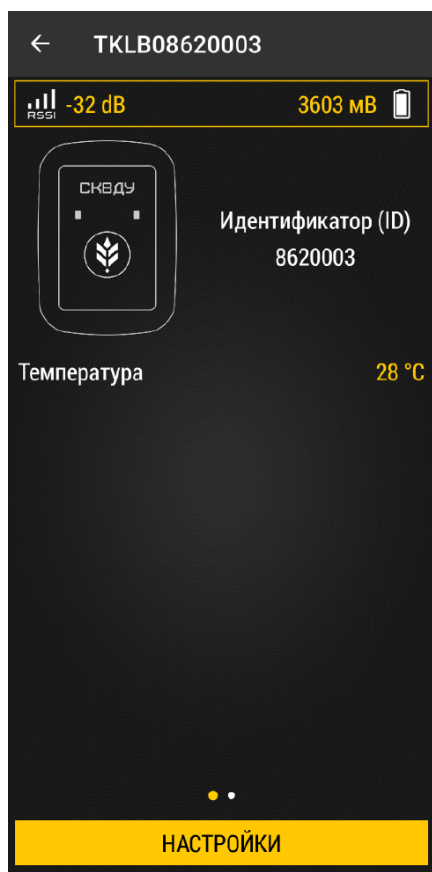
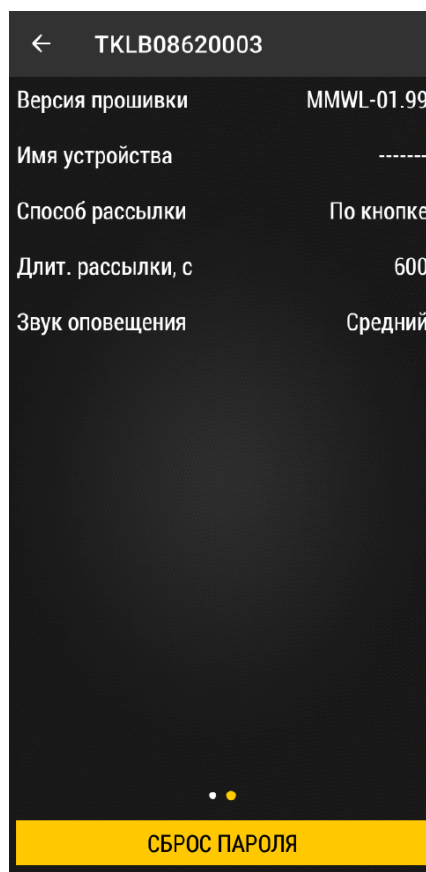
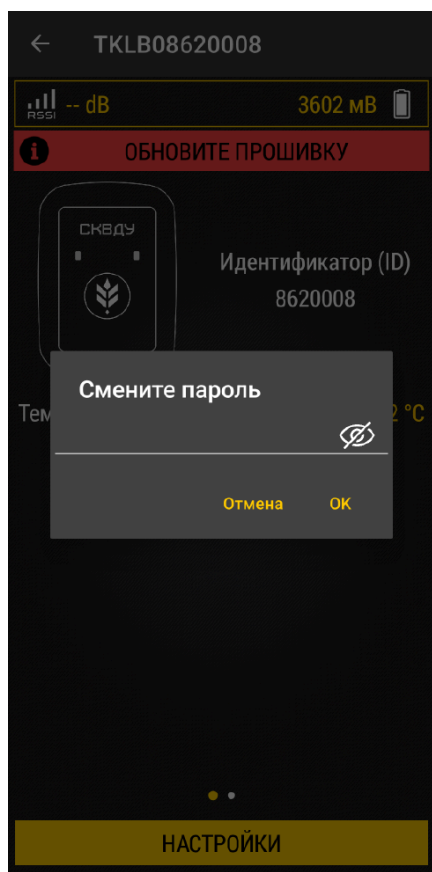
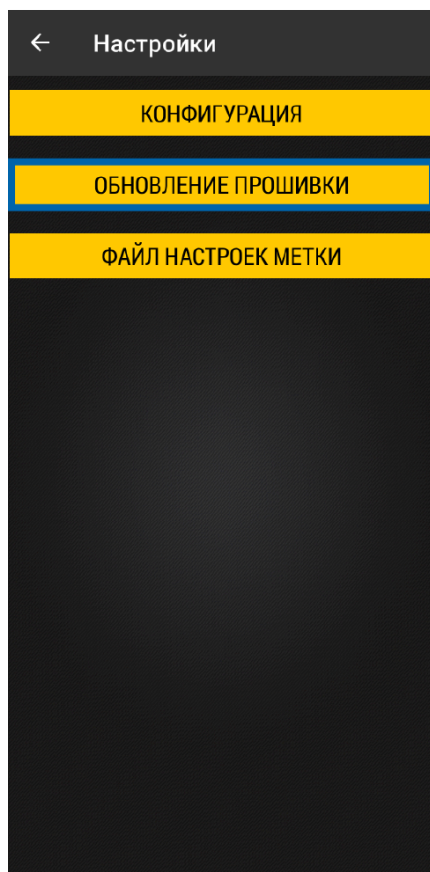

Рис.3. Основной экран
Рис.4. Текущие настройки метки
Рис.5. Смена заводского пароля
Рис.8. Меню «Настройки»
После подключения к метке открывается ее основной экран (**Рис.3**), в котором отображаются серийный номер метки, уровень сигнала, напряжение батареи и температура окружающей среды. При сдвиге (свайпе) экрана влево появится информация о версии микропрограммы метки и настройках, которые записаны в метке (**Рис.4**). Кнопка «Сброс пароля», расположенная внизу этого экрана, предназначена для сброса пароля в заводское значение (*testtest*).
1. На основном экране устройства нажмите «**Настройки**» (Рис.3). При первом входе в меню настроек метки приложение предложит сменить заводской пароль на новый. Введите новый пароль и нажмите «**ОК**» (Рис.5). Пароль должен содержать РОВНО 8 символов — цифр от 0 до 9 и букв латинского алфавита (ЗАГЛАВНЫХ и строчных). В качестве пароля не может быть задан серийный номер метки и заводской пароль *testtest*.
1. На основном экране метки нажмите «**Настройки**» (Рис.3), далее нажмите «**Обновление прошивки**» (Рис.8).